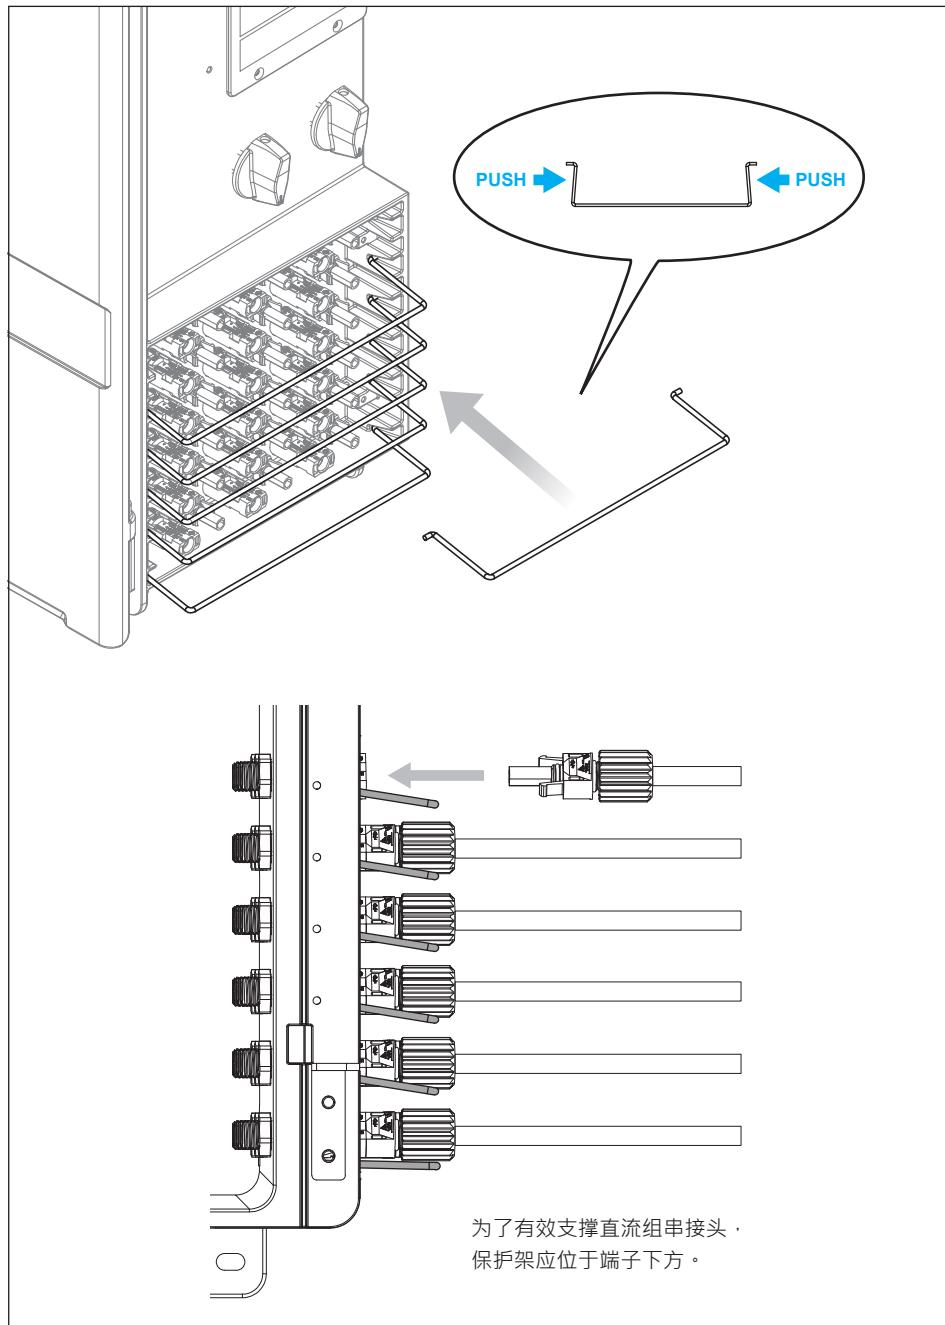

图 3-18 : 保护架安装说明
- 安装直流接线后，插入直流接头专用的保护支撑架，方法如图3-18所示。